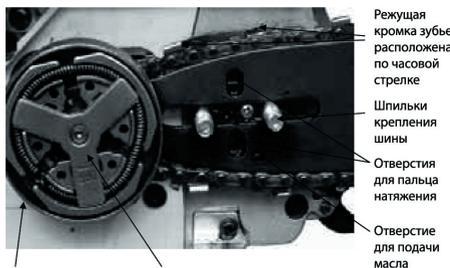

Рисунок 2
4. Установить шину на шпильки (рисунок 2).
5. Поместить цепь на зубья цепного колеса (B), расположенного позади сцепления (C). Удостовериться в правильном расположении цепи на звездочке. Цепь на шине должна быть установ-
Барaban сцепления (В рис.2) мгновенно блокирует и цепь останавливается.